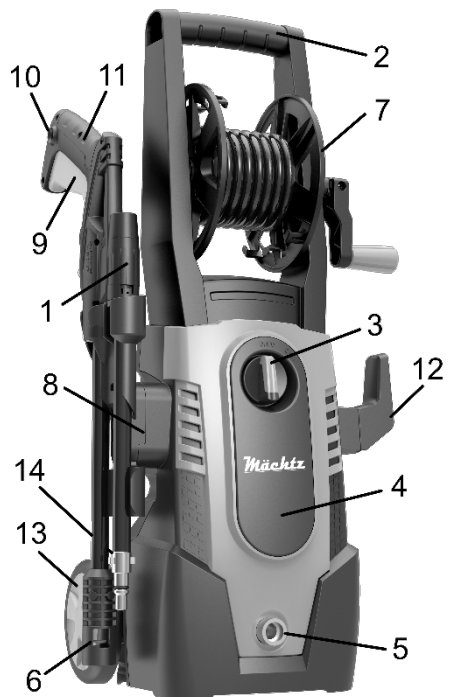

Рисунок 1
4.2.4 Утримуючи курок пістолета в натиснутому положенні, увімкніть двигун вимикачем (3) (рисунок 1). У перші секунди роботи помпи можлива подача води «ривками» - це видаляються залишки повітря.